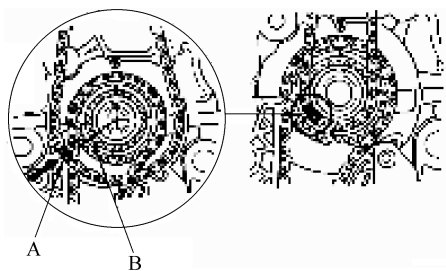

图 2-100 有色链节与曲轴链轮标记对正
3) 使彩色链板(A)与曲轴链轮上的标记(B)对齐,将凸轮链条安装在曲轴链轮上,见图 2-100。